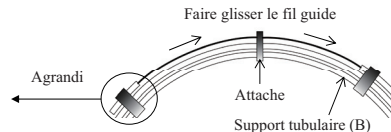

Figure 1
- Libérer le fil guide de l'attache et faire glisser lentement le fil guide, pousser l'extrémité distale du fil guide à travers le support tubulaire (B). (Figure 1)